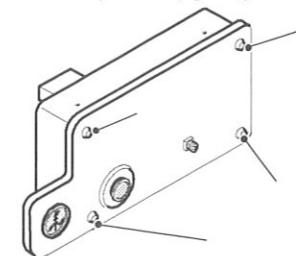

fig. 5.3
- 2 Togliere le quattro viti del pannello comandi e rimuovere il coperchio (fig. 5.3).